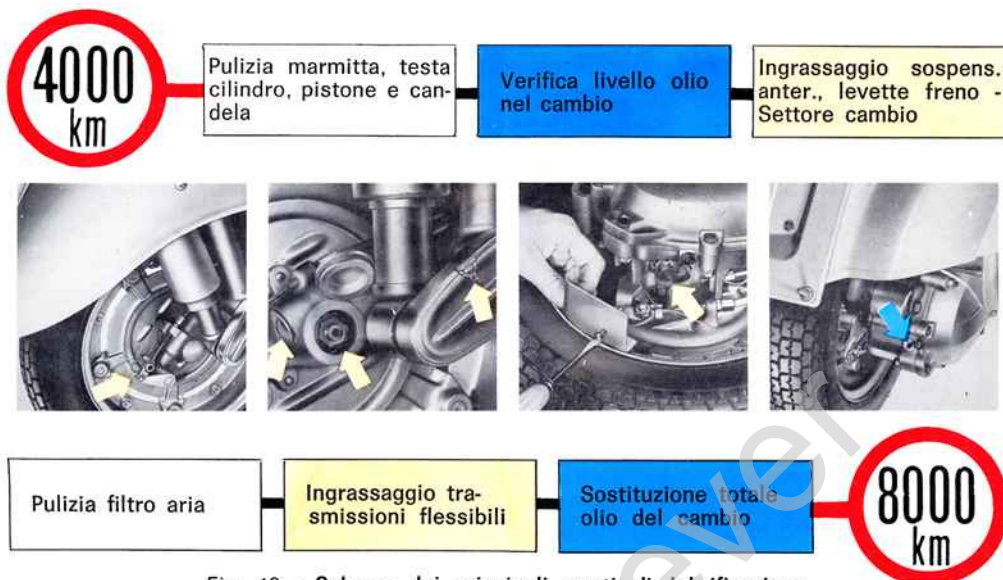

Fig. 19 - Schema dei principali punti di lubrificazione
6) - Pulire e riempire l'ingrassatore del boccolo sterzo, sulla sospensione anteriore (secondo dettaglio da sinistra, fig. 19); smontare il tappo in gomma della sospensione anteriore e riempire di grasso la camera relativa.